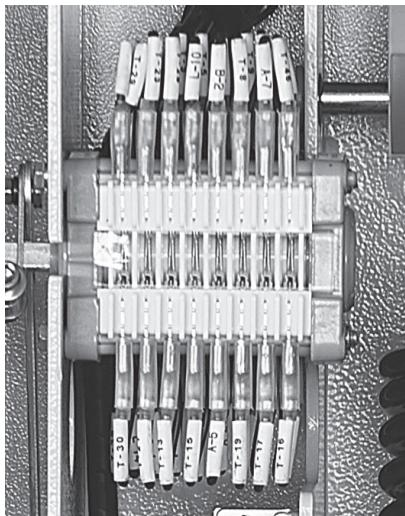

Рис. 7 – Блок-контакты вакуумного выключателя
Блок-контакты положения выключателя (3), Рисунок 7, имеют четыре замыкающих и четыре размыкающих контакта. Переключение блок-контактов (3) осуществляется рычагом, жестко связанным с сердечником привода (15) посредством вала блокировки и синхронизации (13).